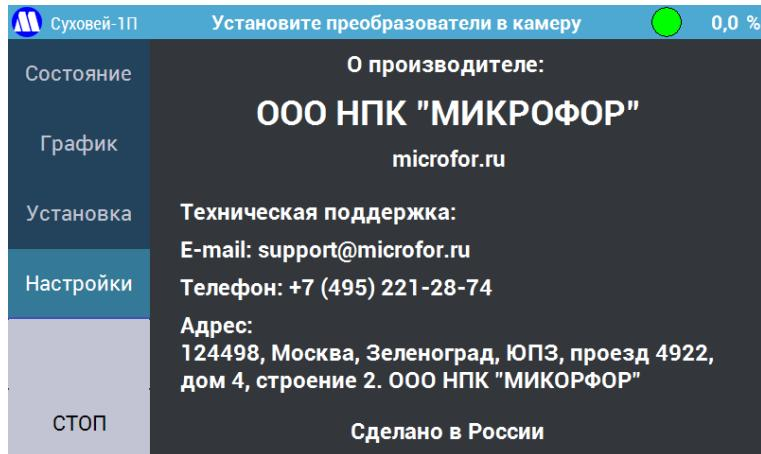

Рисунок 19 – Экран «О производителе».
7.2.15. Кнопка «О производителе» выводит экран (Рисунок 19) с контактными данными производителя генератора.